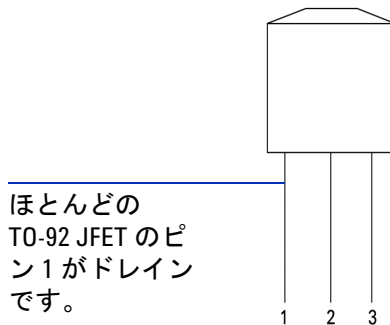

図 5-10 TO-92 JFET
- 3 この例では、TO-92 パッケージの JFET を使用します (図 5-10 を参照)。